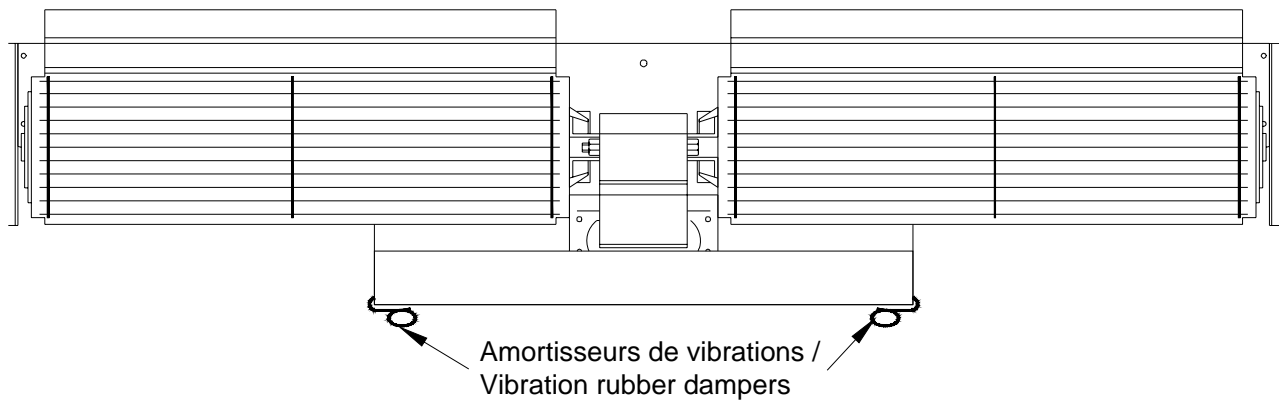

Figure 3 Préparation du ventilateur pour une installation dans un foyer Onyx ou Opel /
3. Remove the vibration rubber dampers at both ends of the blower and reinstall them on both ends of the central support (see Figure 3).
3. Enlevez les amortisseurs de vibrations à chaque extrémité du ventilateur et réinstallez-les de part et d'autre du support central (voir Figure 3).